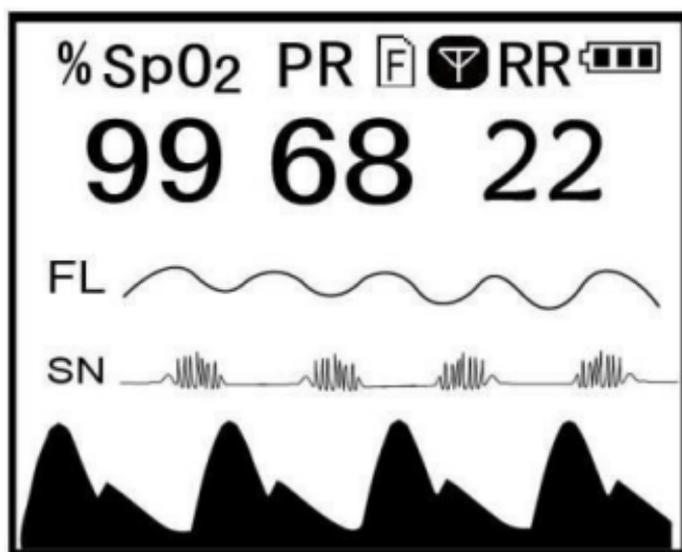

Abbildung 3.6 Bildschirm zur Überwachung des oral-nasalen Luftstroms
5. Der Bildschirm zur Überwachung des oral-nasalen Luftstroms sieht wie in Abbildung 3.6 dargestellt aus.